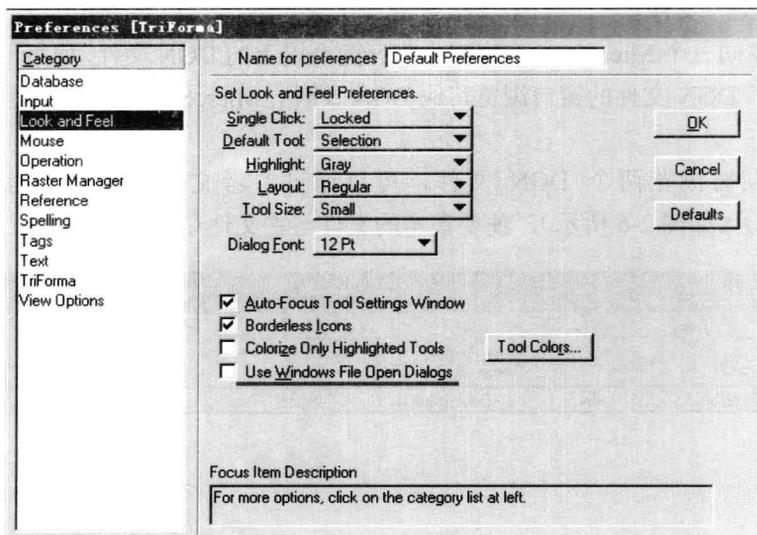

图 2-5
(1) 应用 MicroStation 工作界面上的“WorkSpace (工作空间)”|“Preferences (优选项)”菜单命令, 此时会打开“Preferences (优选项)”对话框, 如图 2-5 所示。